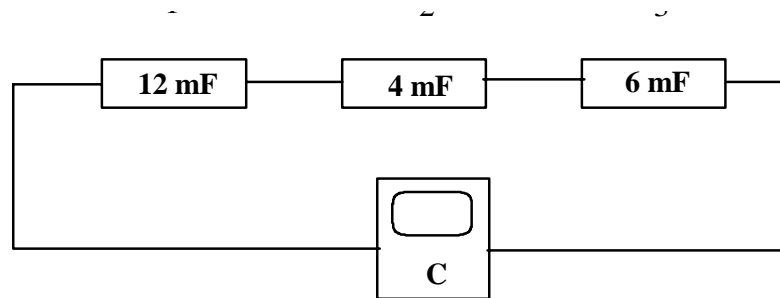

Figura 2
- 2.- Enseguida, conecte los tres capacitores en serie y mida la capacitancia de esta asociación como se indica en la figura 2.